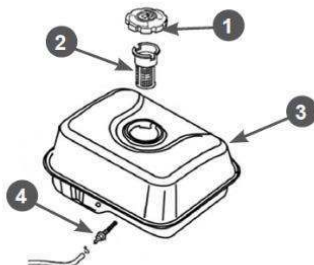
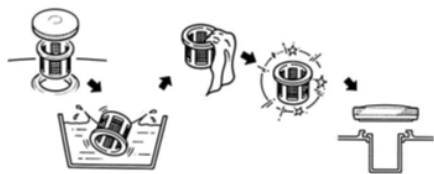

Рис. 19 Обслуживание топливных фильтров
Рис. 20 Обслуживание фильтра топливного бака
В топливном баке установлены два сетчатых топливных фильтра. Один фильтр устанавливается в заливной горловине топливного бака. Второй фильтр конструктивно объединен со штуцером топливного бака и установлен внутри бака (Рис. 19).
Топливный фильтр 2 (Рис. 19), установленный в горловине бака, проверяйте при каждой заправке бака топливом. При необходимости вынимайте сетчатый фильтр из бака и производите его очистку (Рис. 20). Регулярно проверяйте целостность сетчатого фильтра, при обнаружении механических повреждений замените сетчатый фильтр.
Через каждые 300 часов работы необходимо производить очистку топливного бака от грязи и конденсата. Одновременно с очисткой топливного бака необходимо проверить и очищать фильтр 4, установленный внутри бака (Рис. 19). Поврежденный или сильно загрязненный фильтр необходимо заменить.
3. Выкрутите из топливного бака выходной штуцер 4 и произведите его очистку (Рис. 19). Внимательно осмотрите сетчатый фильтр. При обнаружении механических повреждений замените штуцер топливного бака.